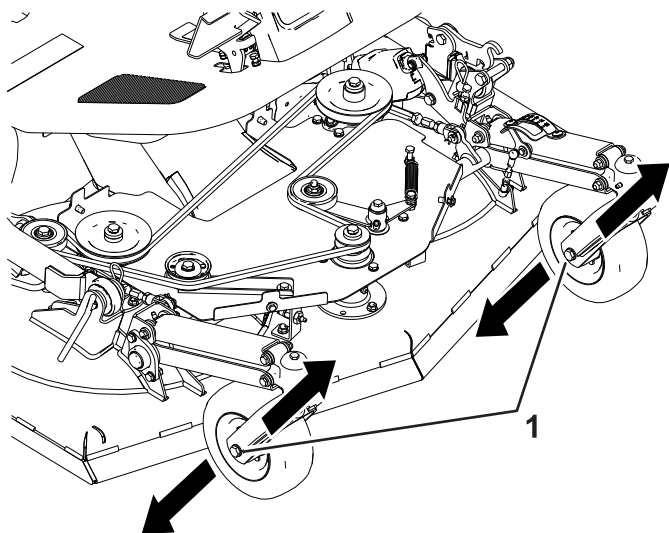

Figura 104
- A. Allentate il bullone della ruota orientabile su un solo lato (Figura 104).
B. Regolate il bullone della ruota orientabile nella feritoia e serrate il bullone (Figura 104).